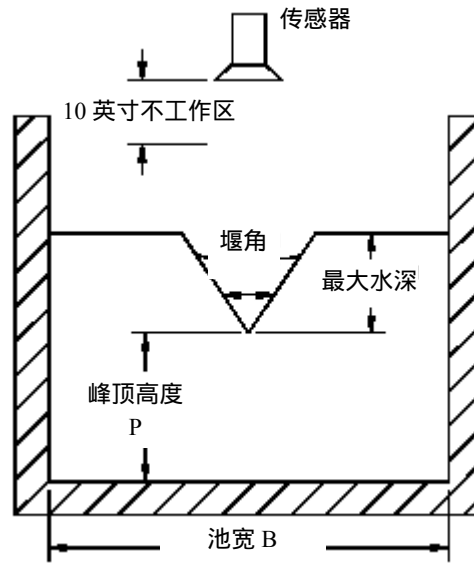
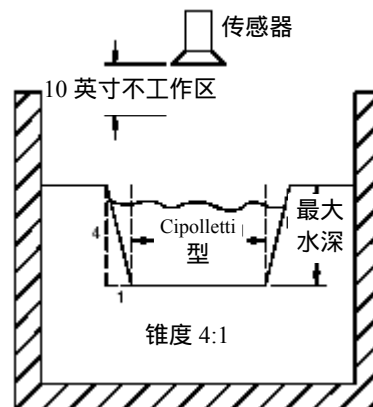
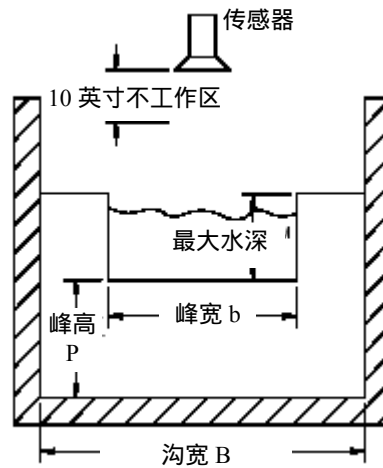
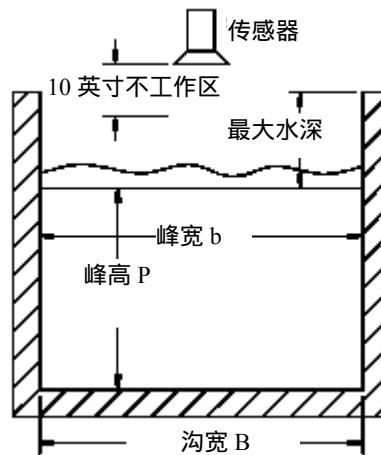

图 3-2 V-型堰尺寸设计
图 3-3 Cipolletti 堰设计尺寸
图3-4 矩形堰（底部收缩）尺寸设计
图3-5 矩形堰（底部不收缩）尺寸设计
**注意：**记入的对于所有标尺结构的最大水深，是指如图 3-2、图 3-3、图 3-4 或图 3-5 所示的峰顶高度。不要输入全部高度。
V 型堰 (见图 3-2)
### Cipolletti 堰 (参见图 3-3)
### 矩形堰 (见图 3-4 或图 3-5)
最后，输入一个标尺结构的 MAXIMUM DEPTH（最大水深）值以完成设置。这是峰顶高度的测量值，正如图 3-2，图 3-3，图 3-4，和图 3-5 所示。不要输入全部的水深值。